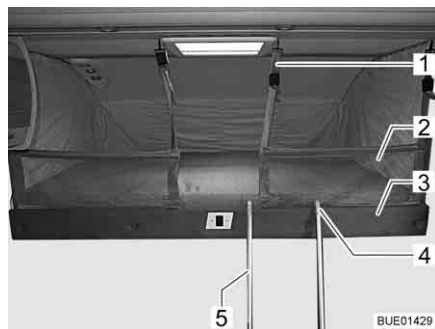

Fig. 125 Letto basculante con rete protettiva montata
Se è disponibile una rete protettiva (Fig. 125,2), questa è sistemata con le cinture di ritegno sotto il materasso del letto basculante. Fissare la rete protettiva soltanto dopo che le persone si sono stese nel letto basculante.
- Agganciare le cinture di ritegno (Fig. 125,1) ai ganci del soffitto.
- Agganciare la scala a gradini (Fig. 125,5) con le due staffe (Fig. 125,4) nella barra di presa (Fig. 125,3) al letto basculante.